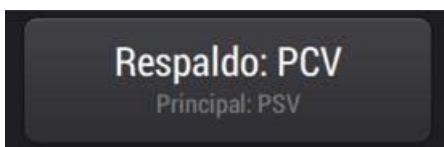

Fig. 6-2 Modo PSV con Ventilación de Respaldo PCV
3. Presionar el botón de *Aceptar*. A continuación, la ventana del MODO OPERATIVO muestra un mensaje que advierte que la *Ventilación de Respaldo* ya ha sido configurada (Fig. 6-2)